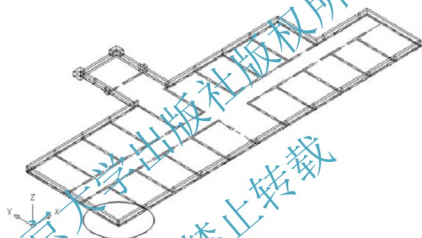
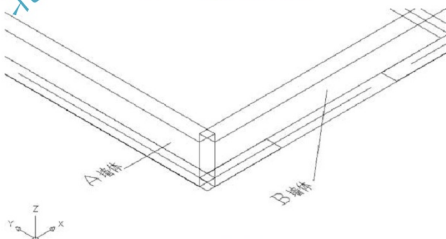
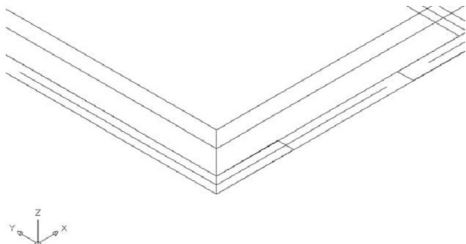

图 6.9 生成肋脚部位的墙
图 6.10 墙的转角处
图 6.11 连接转角处的墙体
- (5) 用相同的方法生成其他勒脚部分的墙体, 结果如图 6.9 所示。
- (6) 将图 6.9 内圈定的部分放大, 结果如图 6.10 所示, 可以发现建筑的转角处存有缺口, 需用【编辑多段线】命令将转角两侧的墙体连接在一起。
- (7) 启动【编辑多段线】命令 (快捷键 PE)。
- ① 在选择多段线或 [多条(M)]: 提示下, 选择图 6.10 所示的 A 墙体。
- ② 在输入选项 [闭合(C)/合并(J)/宽度(W)/编辑顶点(E)/拟合(F)/样条曲线(S)/非曲线化(D)/线型生成(L)/放弃(U)]: 提示下, 输入“J”后按 Enter 键。
- ③ 在选择对象: 提示下, 选择图 6.10 内的 B 墙体, 按 Enter 键结束命令, 结果如图 6.11 所示。